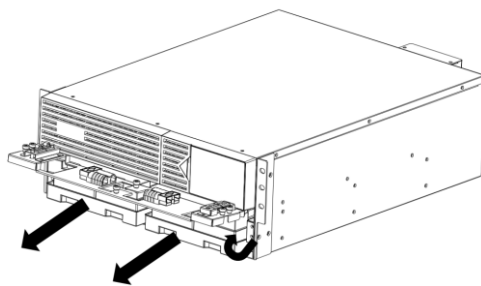

**Figure 1**
- 1) Exposez le module de batterie en enlevant le couvercle avant. Le couvercle est ancré à l'aide d'un clip de tension. Tenez simplement le côté et tirez directement hors du boîtier de l'onduleur. (Figures 1 et 2)
- 2) Séparez les connexions du module de batterie Anderson noir. Il y en a deux sur l'ED5KRT et l'ED6KRT. Il y en a quatre sur les ED8KRT et ED10KRT. (Figures 1 et 2)